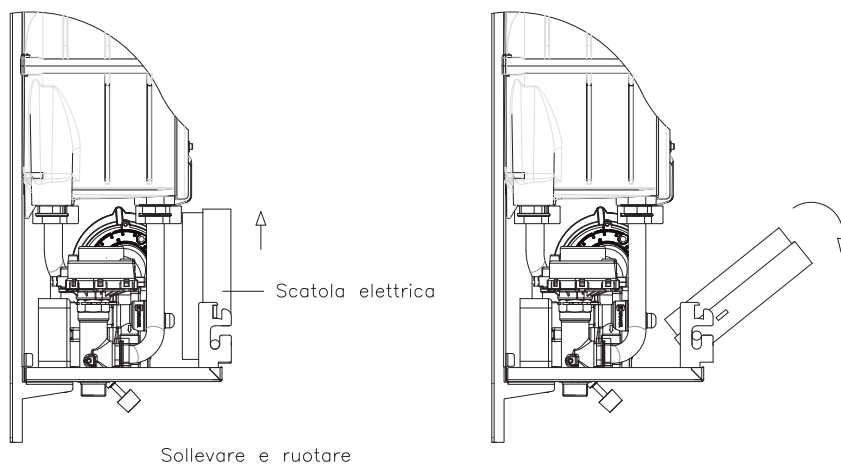

Fig.37
7.18 SOSTITUZIONE SCATOLA PANNELLO STRUMENTI (Fig. 37)
E' possibile, per facilitare le operazioni di manutenzione sulla caldaia, sganciare la scatola del pannello strumenti come indicato nelle figure 37 e 38.